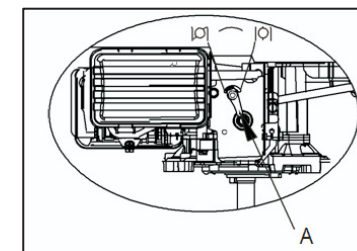

Fig. 2B A. Acceleratore
- c) Mettere la farfalla dell'aria in posizione  (Fig. 2B);